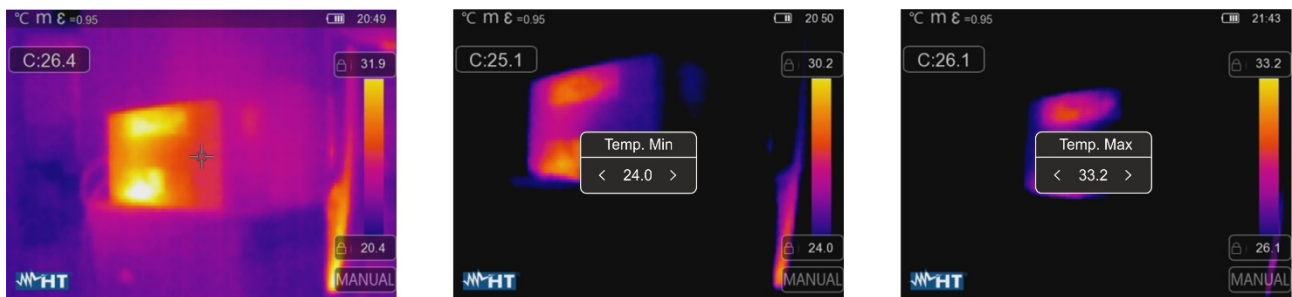

Fig. 45: Réglage du mode Manuel
3. Appuyez sur l'icône "🔒" en bas de la barre et utilisez les touches fléchées <ou> pour régler la valeur de la température minimale associée au niveau bas de la barre par pas de 0,1°C (voir Fig. 45 - partie centrale)
5. Toucher l'icône "🔒" en haut de la barre et utiliser les touches fléchées <ou> pour régler la valeur de la température maximale associée au niveau haut de la barre par pas de 0,1°C (voir Fig. 45 - partie droite)